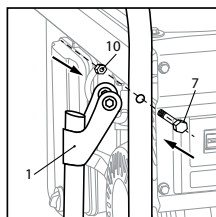

Рис. 1
1. Установите ручки 1 на раму и закрепите при помощи болтов 7 и гаек 10 (рис. 1).